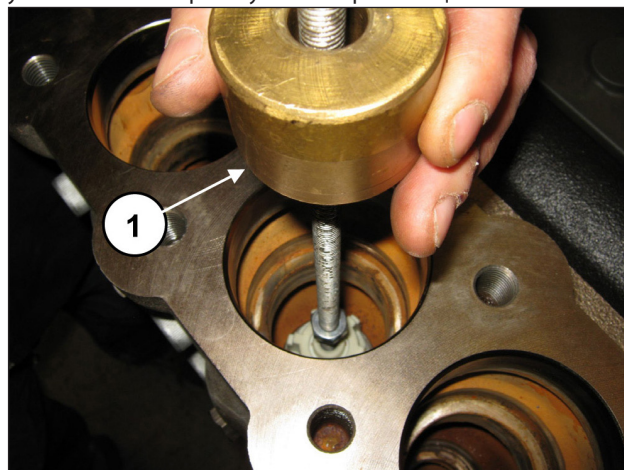

Рис. 107
Извлеките блок всасывающего клапана с помощью съемника с ударной массой (арт. 27516400), вставив его в отверстие M10 направляющей клапана (поз. ①, Рис. 107), или, в дополнение, переходника M10-M16 (арт. 25089700), установив его на резьбу M16 направляющей клапана.